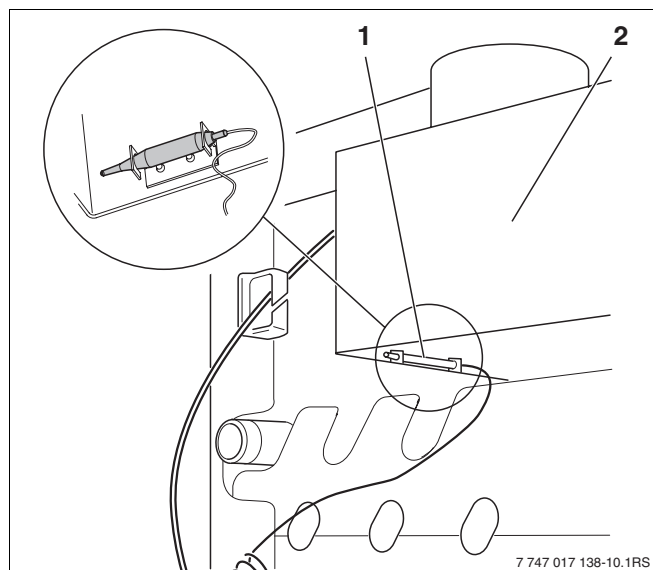

Bild 42 Abgasüberwachung AW 50 überprüfen
- Abgastemperaturfühler (Bild 42, und Bild 36 **Pos. 1**) von der Strömungssicherung abschrauben.
- Spitze des Abgastemperaturfühlers (Bild 42, und Bild 36 **Pos. 1**) bei laufendem Brenner in den Kern des Abgasstromes halten.
- Abgastemperaturfühler (Bild 42, und Bild 36 **Pos. 1**) wieder montieren.